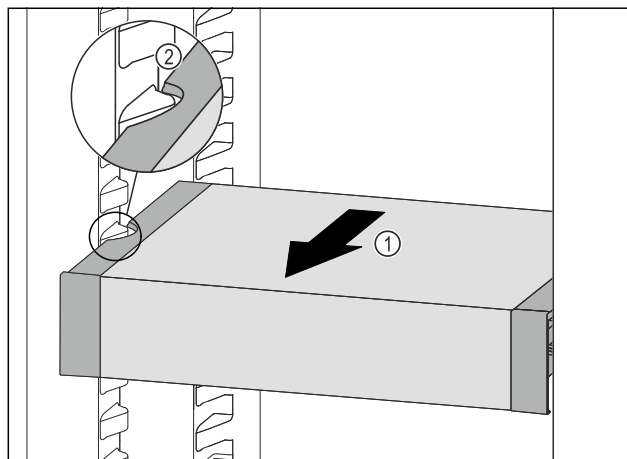

Fig. 54
- ▶ Dra VarioSafe framåt Fig. 54 (1) tills sidofördjupningarna på VarioSafe är i samma nivå som behållarlisterna i kyldelen. Fig. 54 (2)